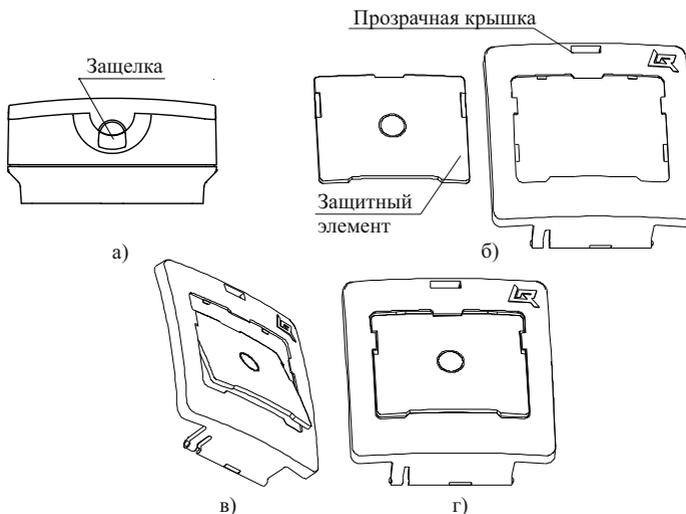

Рисунок 7
5.14 Для того чтобы вставить защитный элемент, необходимо открыть прозрачную крышку, поддев защелку в верхней части корпуса острым предметом (рисунок 7, а). Далее прозрачная крышка показана отдельно от корпуса (снимать крышку с корпуса УДП не следует). Защитный элемент (рисунок 7, б) ввести верхней кромкой в середину выреза прозрачной крышки (рисунок 7, в) и, повернув, совмещая плоскости, защелкнуть нажатием на кромки защитного элемента (рисунок 7, г).